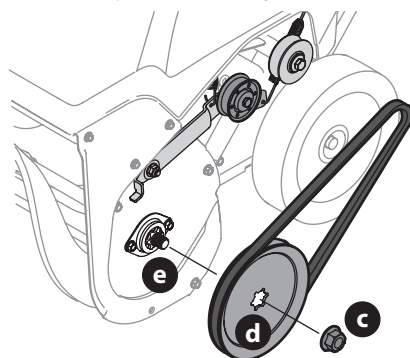

Figure 29
5. Quite la tuerca con reborde (c) que sujeta la polea de la barrena (d) al eje de la barrena (e) (Figure 29).